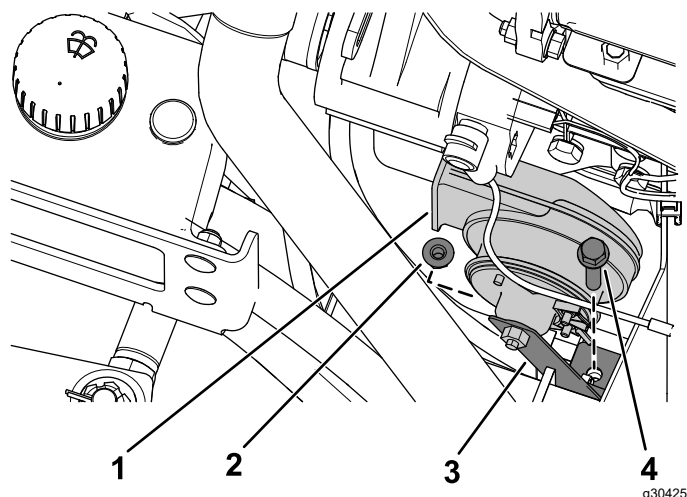

Figura 33
13. Prenda a buzina ao suporte de montagem da buzina utilizando o parafuso e porca previamente removidos (Figura 33).